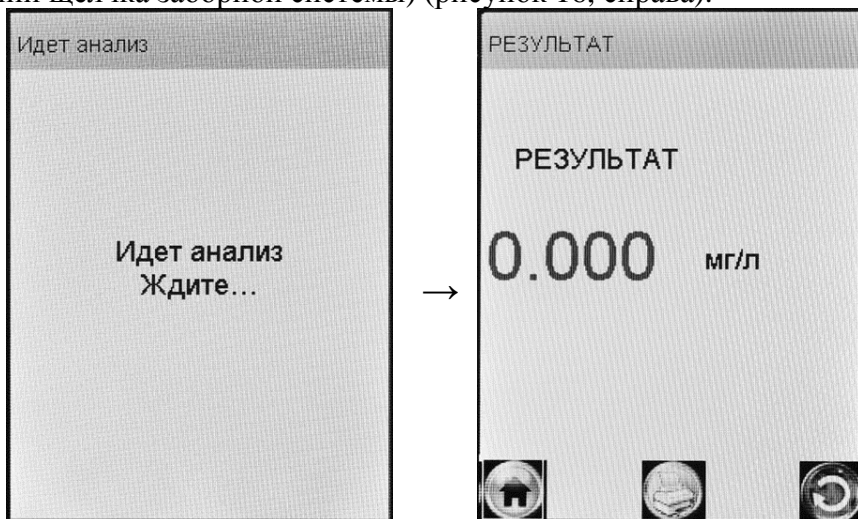

Рисунок 16 – Предъявление результата измерения
2.7.14 После того, как проба воздуха отобрана, и произведен анализ, на экране предьявляется результат измерения (в сопровождении щелчка заборной системы) (рисунок 16, справа).